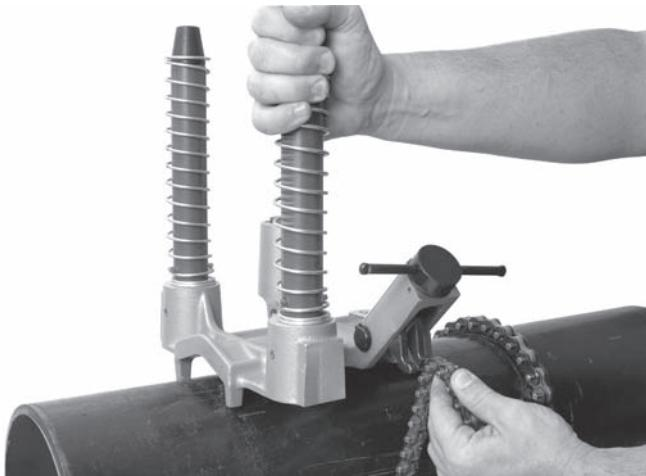

Figur 7 – Skilja basenheten från motorenheten
På modell HC-300, kontrollera att kolvtappen fungerar korrekt och håller fast motorenheten vid basenheten (figur 7).
1. Placera håltagningsverktyget HC-300 på en stabil och säker yta, och dra tillbaka kolven bak till på vänstra stolpen (figur 7) och lyft av motorenheten från basdelen.